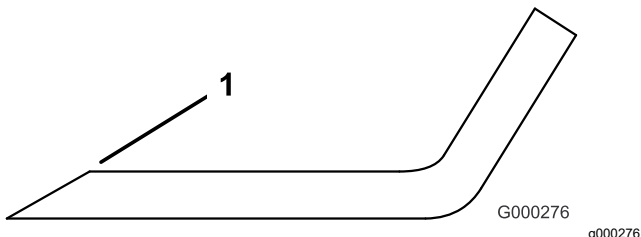

Figura 87
3. Inspeccione los filos de corte de todas las cuchillas, y afílelos si están romos o tienen mellas (Figura 87).
Nota: Afile únicamente la parte superior del filo y mantenga el ángulo de corte original para asegurar un filo correcto (Figura 87). La cuchilla permanece equilibrada si se retira la misma cantidad de metal de ambos filos de corte.